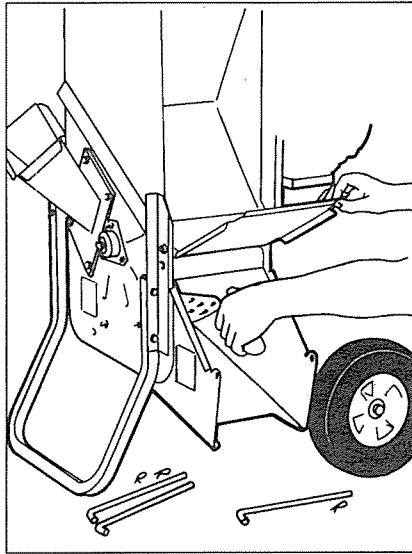

Figure 9.
4. Une fois les tiges du tamis déposées et la porte d'entretien relevée, déposer le tamis d'éjection en tirant sur sa poignée incorporée pour le faire glisser (se reporter à la Figure 9). Une fois qu'il est sorti, le nettoyer, vérifier la chambre interne de déchiquetage et la nettoyer à l'aide d'un bâton, ou mettre en place un autre tamis d'éjection en option ou celui qui vient juste d'être nettoyé.